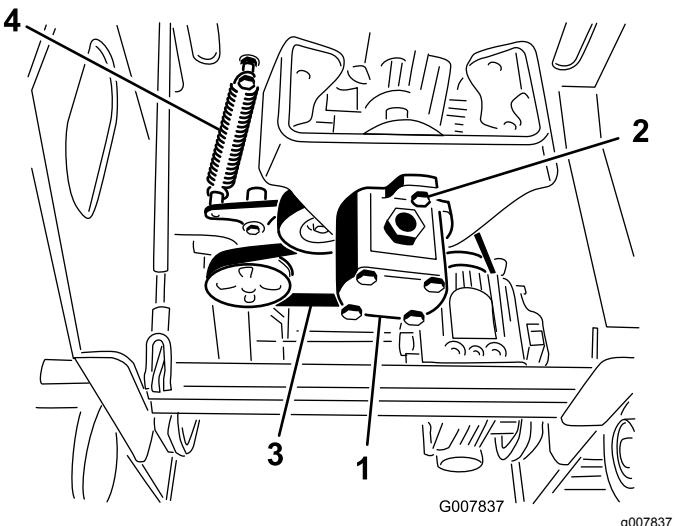

Figura 47
5. Desaperte os 2 parafusos da bomba (Figura 47).
6. Rode a bomba no sentido contrário ao dos ponteiros do relógio e deixe que se afaste da polia (Figura 47).
7. Utilizando um puxador de mola (contacte o distribuidor autorizado) ou um gancho de metal, puxe a extremidade da mola da polia intermédia do parafuso da mola para libertar a tensão na correia (Figura 47).